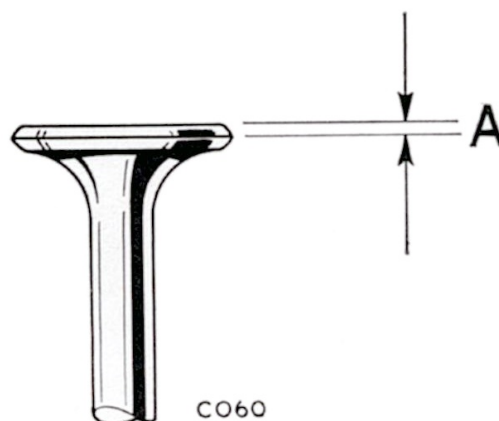
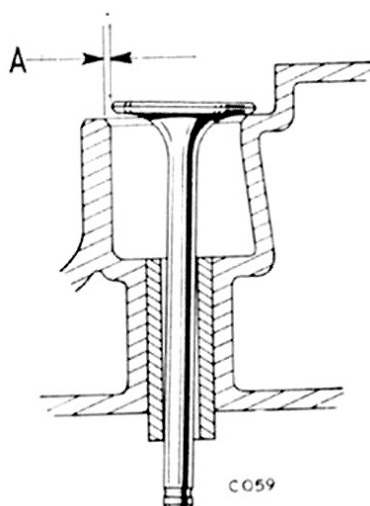

Fig. 31. Epaisseur de la tête de soupape
Fig. 32. Vérification de l'usure des guides de soupapes
S'assurer que les tiges de soupapes ne sont pas usées ni pliées, les remplacer si nécessaire. Une soupape doit être remplacée si le rôdage a réduit l'épaisseur de sa tête à moins de 0,8 mm. (1/32 "), comme indiqué Fig. 31.
Vérifier l'usure des guides des soupapes en introduisant une soupape neuve et en la soulevant de 3,2 mm. (1/8 ") de son siège, puis en la faisant basculer sur les côtés (Fig. 32). Le déplacement de la tête de soupape sur son siège ne doit pas excéder 0,5 mm. (0,020 "). Si nécessaire, changer le guide en utilisant l'outil Churchill No. S.60A-6 (Fig. 31).
La partie des guides de soupapes dépassant du plan supérieur de la culasse doit être de 19,025 à 19,075 mm. (0,749 " à 0,751 "). En introduisant la partie chamfreinée en premier, enfoncer le guide neuf dans la culasse, côté ressort de soupape. L'utilisation d'une entretoise (item 6, Fig. 31) permet de s'assurer que le guide dépasse de la culasse de la longueur correcte de 19,05 mm. (0,75 ") lorsqu'il est en place. Lorsqu'un guide neuf est monté, il doit toujours être rectifié.